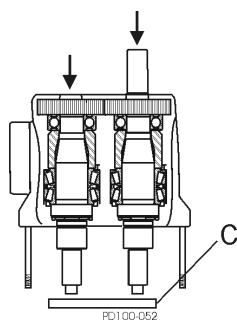

Figura 44 - Presionar los ejes de la caja de engranajes
5. Coloque la caja de engranajes en una prensa de husillo con el cabezal dosificador hacia abajo. Proteja los extremos del eje con un bloque de madera o plástico (Figura 44, artículo C) y presione los ejes de la caja de engranajes.